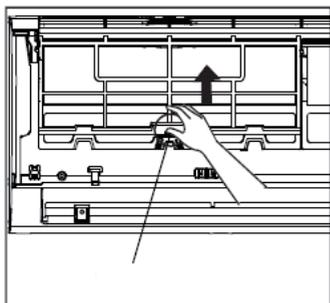
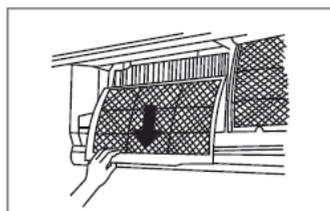

fig. 15 -
fig. 16 -
3. Retirez les filtres en poussant les languettes centrales vers le haut jusqu'à ce qu'elles se libèrent du dispositif de retenue et faites-les glisser vers le bas ("fig. 15 -" et "fig. 16 -").